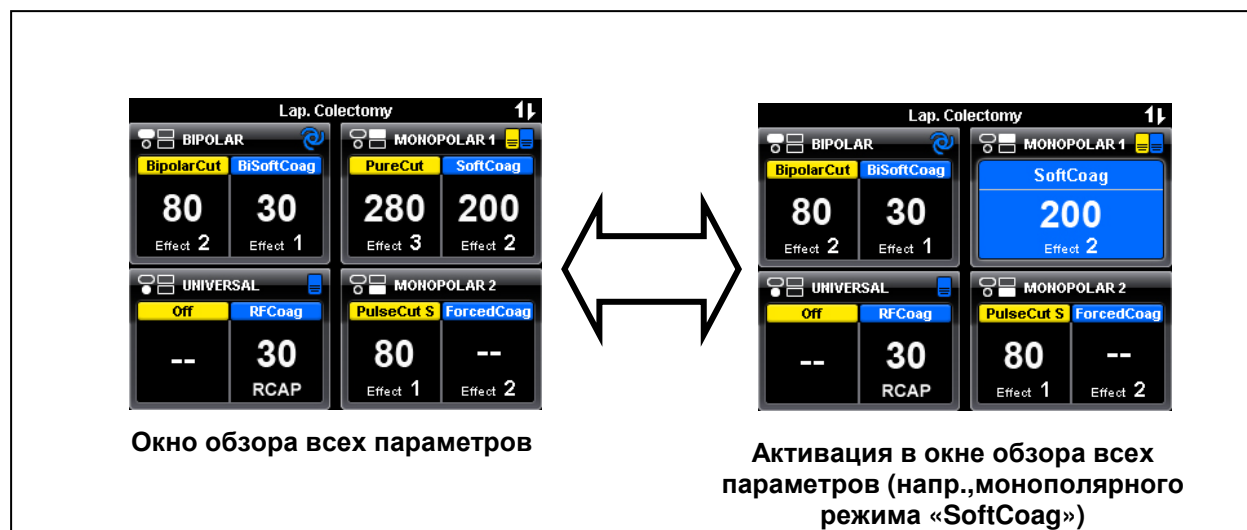

Рис. 5.10
Убедитесь в правильности указанных настроек и не забывайте нажимать только правильную педаль (резание или коагуляция). В случае подключения ВЧ-инструмента с ручным переключателем, не забывайте нажимать только предназначенную для использования кнопку (резание или коагуляция). Режим резания или коагуляции можно включить только в том случае, когда на сенсорном экране отображаются настройки мощности и эффекта (окно обзора всех параметров и окно настройки, см. рис. 5.10).
- Если активация электрохирургического генератора выполнена из окна обзора всех параметров, то цвет фона области настроек соответствующей кнопки изменится в зависимости от используемого режима (см. рис. 5.10).